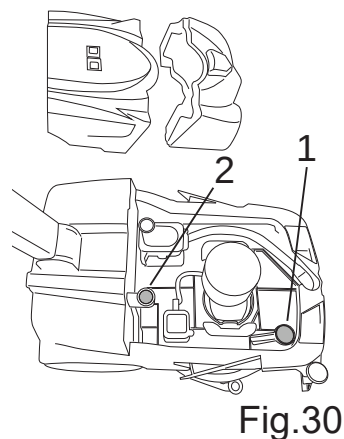

Fig.30
- Verwijder het filter en was het met water (Fig. 30-Ref.1).
- Verwijder het filter en was het met water (Fig. 30-Ref.2).